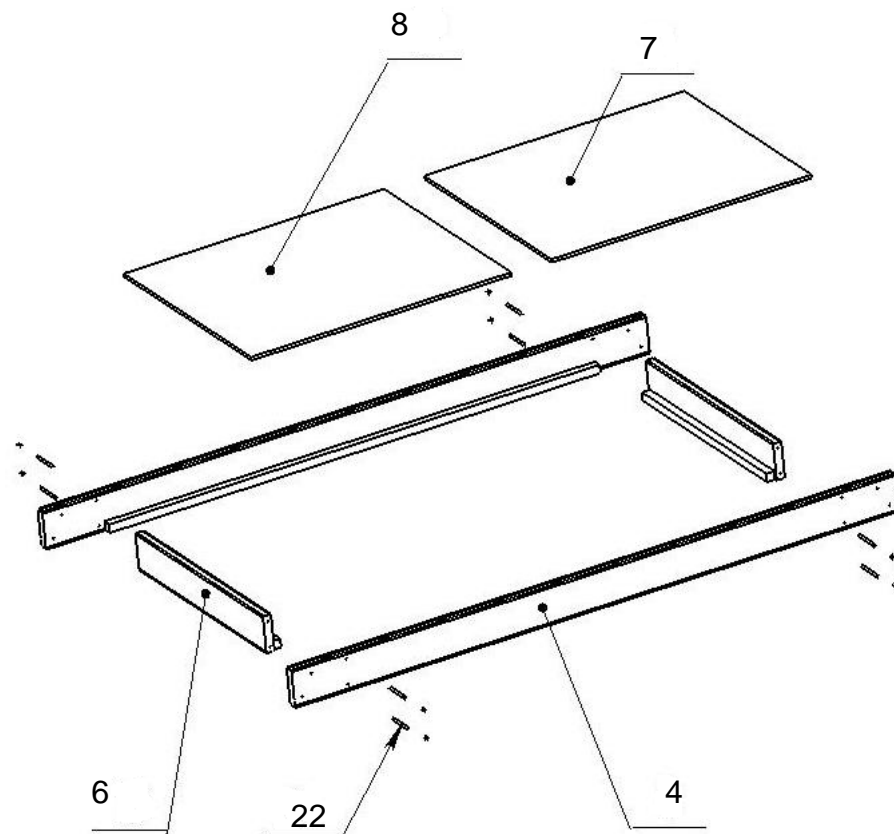

рисунок 3 (сборка кровати)
- 4.2.5.5 На внутренние выступы *царг продольных 1 (№4)* уложить *основания (№№7,8)* (рисунок 3).